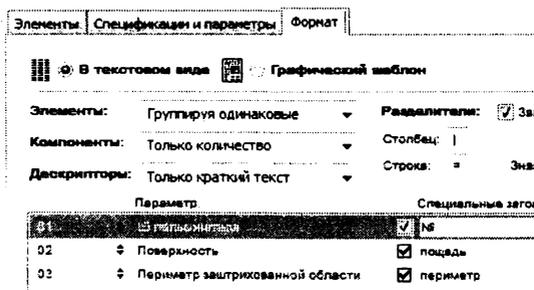

Рисунок 43
4. На вкладке **Формат** измените последовательность вывода параметров, присвойте другие наименования столбцов (рис. 43) и нажмите ОК.